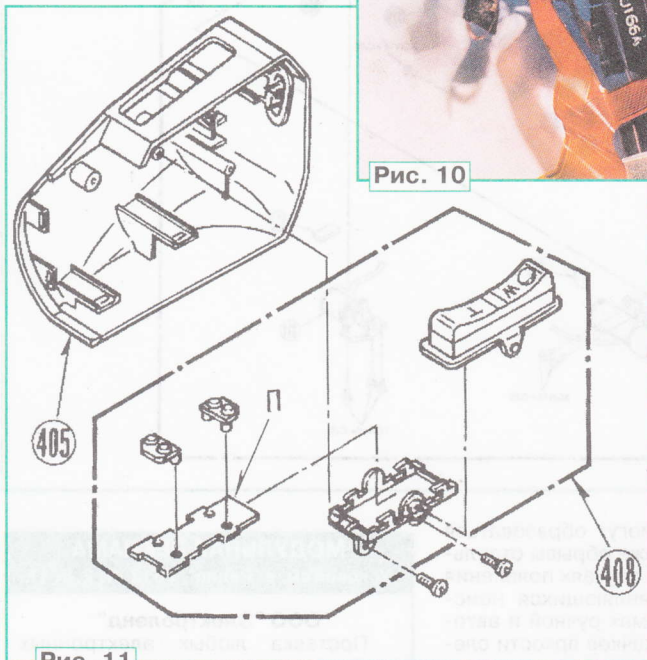

Рис. 11
Иногда причиной отказа трансфокатора бывает поломка пластины, находящейся под тангентой трансфокатора W/T (WIDE — удаление объекта съемки, TELE — приближение). На рис. 11 представлен фрагмент сборочного чертежа видеокамер NV-MS4/M9000/M9900, на котором отмечены рукоятка оператора 405 — Part No — VYK4795, GRIP CASE (1) U. — узел тангенты трансфокатора W/T 408 — Part No — VXU1120, ZOOM BUTTON (1) U. — и пластина трансфокатора П, не имеющая отдельного Part No. Пластина изготовлена из